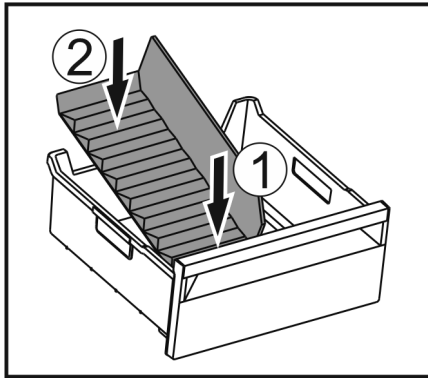

Fig. 107
- ▶ Voorste deel van de ijsvak-scheider plaatsen. Fig. 107 (1)
- ▶ Achterste deel van de ijsvak-scheider tot de bodem van de lade laten zakken. Fig. 107 (2)